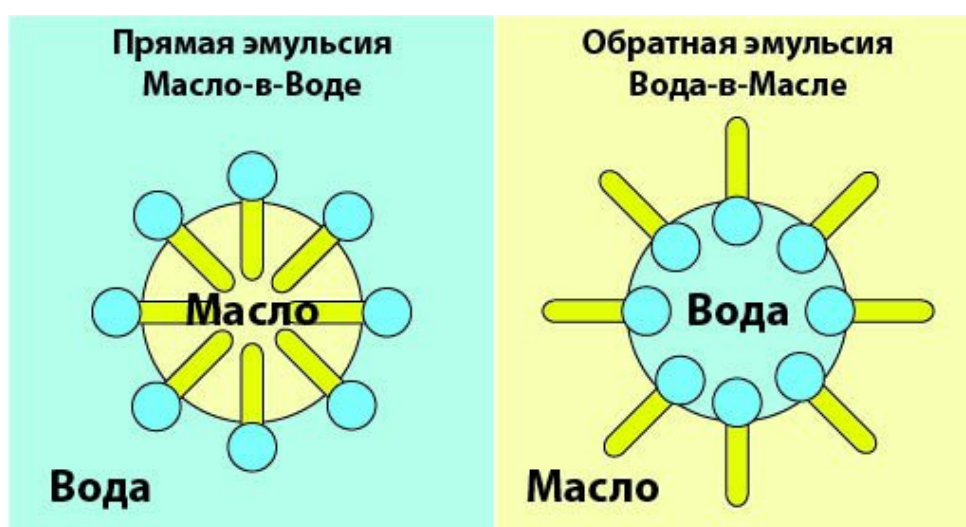

Рис. 13. Прямая и обратная эмульсии
- 2) эмульсия второго рода – вода в масле (в/м) или *обратная* (рис. 13).